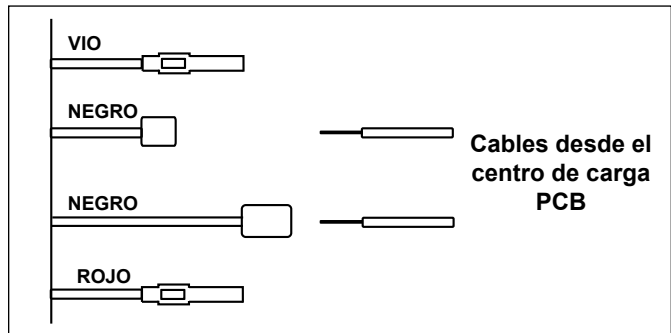

Figura 14. Cableado de la caldera Pentair con el AquaLink RS
3. Conecte los cables desde el centro de carga PCB a los dos cables negros de la caldera (véase Figura 14).